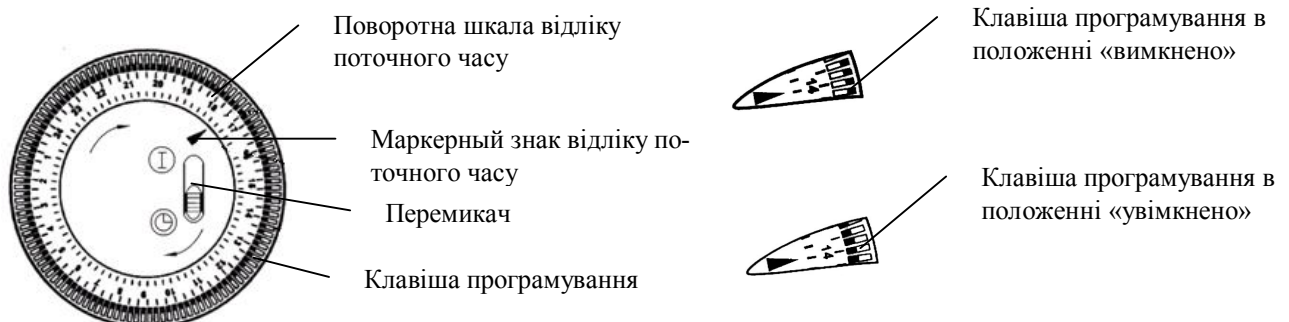

Рис. 5 – Розташування органів керування таймером
5.1.6 Переведіть клавіші ступінчастого регулятора потужності, клавішу вимикача вентилятора (для моделей з вентилятором) у положення «0» (див. рис.4), сполучите «риску» на ручці термостата зі знаком «※» на корпусі конвектора, встановіть перемикач таймера (див. рис.5) у положення «I» (для моделей з таймером).
Клавішами програмування таймера (див. рис. 5) встановіть бажані інтервали часу «увімкненого» і «вимкненого» стану конвектора. Поворотом шкали відліку поточного часу таймера в напрямку стрілки встановіть поточний час, сполучивши його з маркерним знаком «▲» відліку поточного часу. Увімкніть таймер, встановивши перемикач у положення «I». У положенні «I» вимикача таймер виключений (що еквівалентно встановці всіх клавіш програмування в положення «увімкнено»). Дискретність програмування часу – 15 хвилин (1 клавіша). Час програмування – доба (24 години). Число повторів виконання програми – не обмежено.